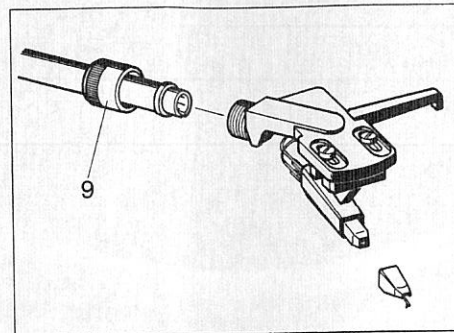

Fig. 5
- Mutter **9** lösen, und Tonkopf nach vorne abziehen (Fig. 5). Tonabnehmer durch Lösen der zwei Befestigungsschrauben **11** abnehmen.
Die Abtastnadel ist durch den Abspielvorgang natürlichem Verschleiß ausgesetzt. Wir empfehlen daher eine regelmäßige Überprüfung, die bei Diamant-Abtastnadeln nach min. 300 Spielstunden erfolgen sollte. Abgenutzte oder beschädigte (abgesplitterte) Abtastnadeln zerstören die Schallplatten. Verwenden Sie bei Ersatzbedarf nur die Nadel DN 10 für 33/45 U/min bzw. die Nadel DN 167 für 78 U/min. Nachgeahmte Abtastnadeln verursachen oftmals hörbare Qualitätsverluste und erhöhte Schallplatten-Abnutzung. Ziehen Sie die Abtastnadel schräg nach unten ab. Das Einsetzen der Abtastnadel erfolgt in umgekehrter Weise (Fig. 5).